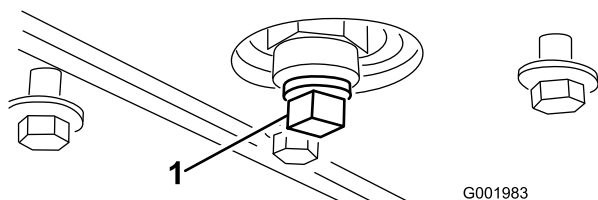

Figura 51
5. Togliete il tappo di spurgo. (Figura 51).